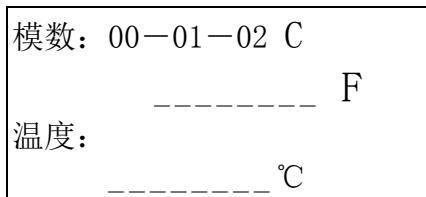

图 9 自动记录后的界面
- 4) 如果读数仪没有接入下一支仪器, 则显示图 9 所示信息, 注意仪器存储位置编号已经自动递增为 00-01-02;